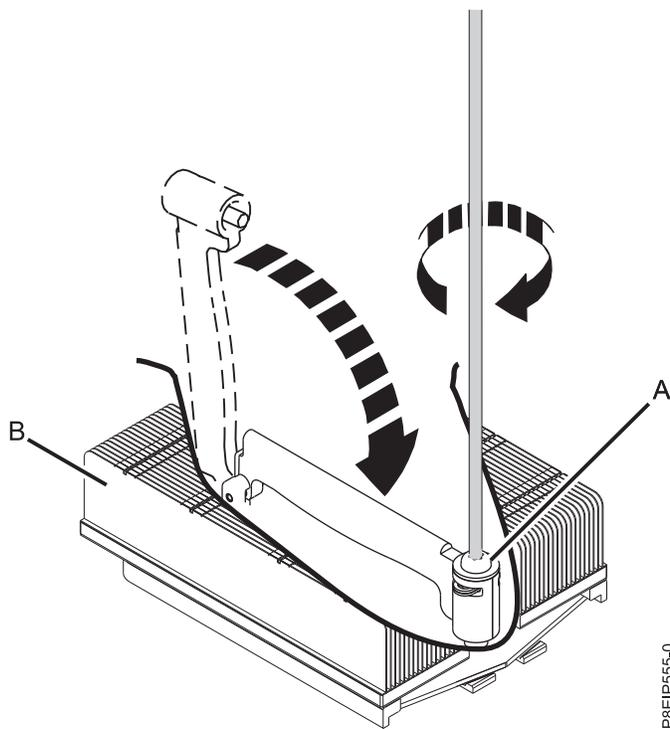

Figura 56. Apretar el tornillo del brazo de carga
11. Coloque el brazo de carga (A) en posición sobre el dissipador térmico (B) y apriete el tornillo del brazo de carga con un destornillador Phillips #3, como se muestra en la Figura 56.